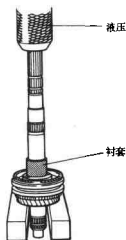

图 10-35
(10) 拆卸一档齿轮衬套、低速同步器齿套、齿圈、二档齿轮和二档齿轮滚针轴承 (图 10-35)。